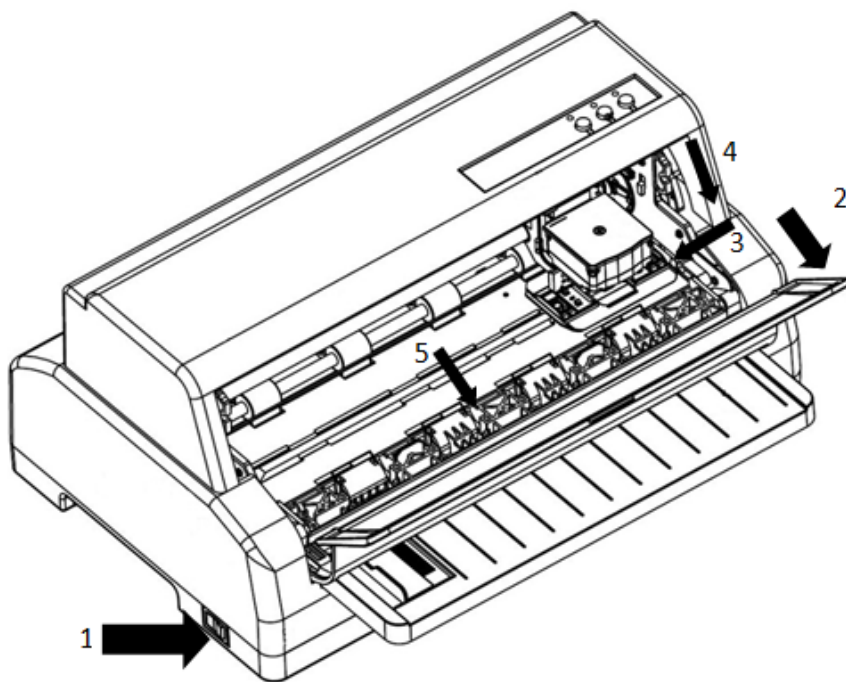

图 2-7 打开打印机门镜及前压纸杆
1. 向下翻开打印机前盖，将右侧纸厚调节杆调到最高位，向前拉出前导纸架，并轻压前导纸架前部，使其卡在卡位上。如图 2-7 所示：